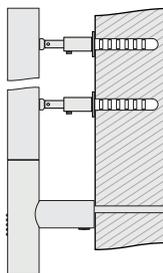

Рис.11
5.2.9. Прижать до упора весь полотенцесушитель к стене и с усилием зафиксировать (рис. 11).